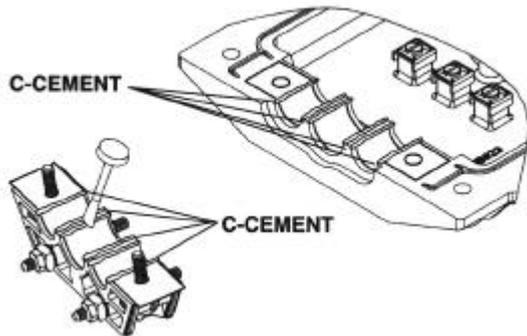

Figura 10 – Aplicação da cola C-CEMENT
5.05 Remova os cabos da parte inferior da caixa e aplique a cola C-CEMENT somente nas bordas de todas as entradas das partes inferior e superior do cabeçote (figura 10).